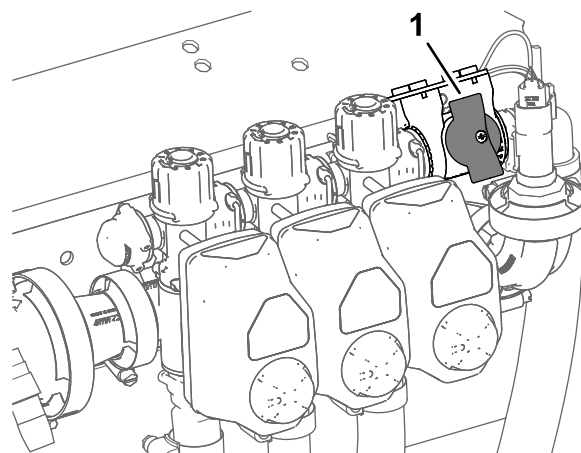

Figura 46
5. Rode o botão para a válvula de corte da distribuição da secção para a posição Fechada (Figura 46).